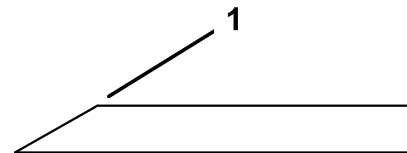

Figura 38
1. Affilate i taglianti da entrambe le estremità della lama con una lima (Figura 38).